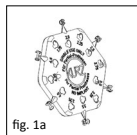

fig. 1a
■ **fig. 1a, 1b/2** Sizer disk (fig. 1a, 1b) for partielle proteser er utstyrt med seks satellittformet plasserte enkeltsizere av ulike lengder (2,0-4,5 mm). På baksiden av hver sizer er den aktuelle lengden angitt (fig. 2). Utsparingene og boringene har til funksjon å gi vektreduksjon, samt å gi bedre oversikt under måleprosedyren i mellomøret.